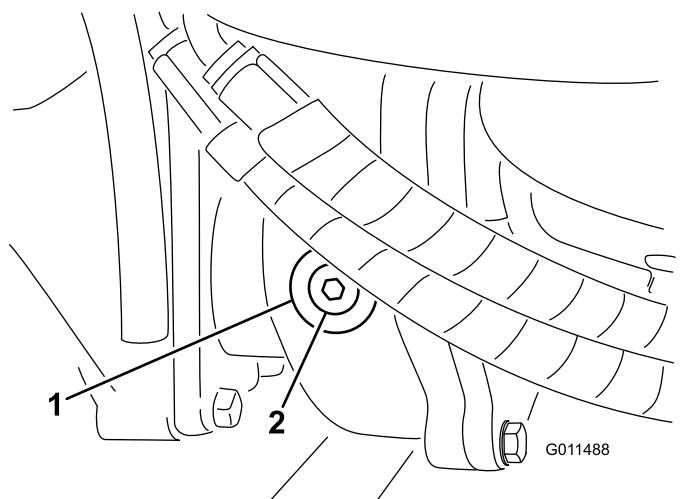

Figura 81
2. Togliete il tappo di controllo/riempimento dal lato sinistro del riduttore e verificate che il lubrificante raggiunge la base del foro (Figura 81).